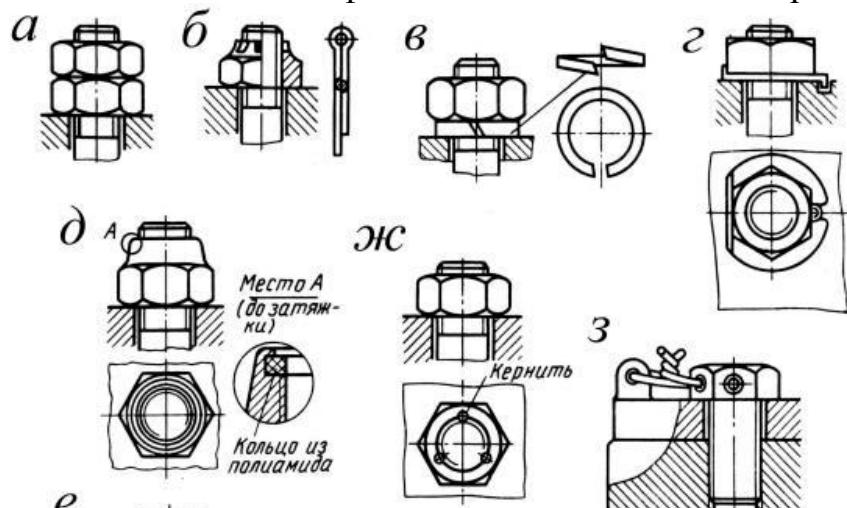

Рис.10.
14. Назовите способы фиксации гайки от самоотвращивания (Рис.10).